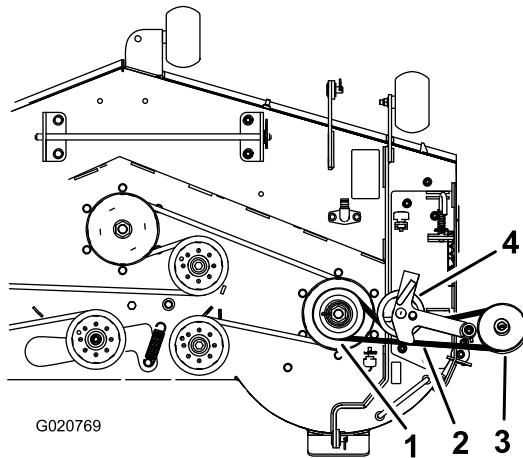
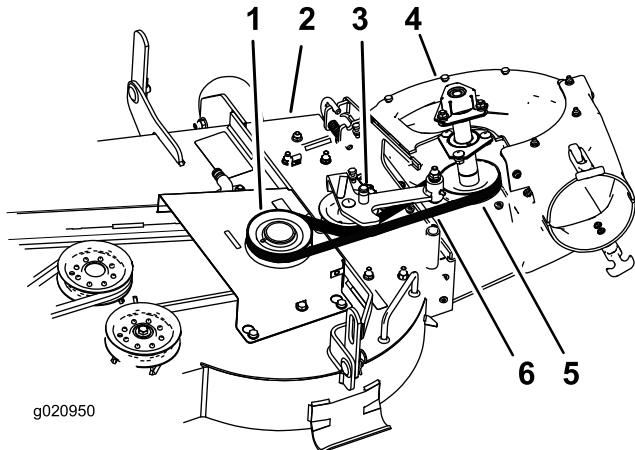

Figura 17
Figura 18
- Si es necesario, instale la correa alrededor de la polea del soplador (Figura 18).
- Si es necesario, instale la correa alrededor de la polea del soplador (Figura 17 y Figura 18). Consulte 5 Instalación del conjunto del soplador (página 11).
3. Pase la correa alrededor de la polea motriz, según se muestra en Figura 17 y Figura 18.
4. Enrute la correa provisionalmente por debajo de la polea tensora (Figura 18).
7. Aparte la polea tensora tensada con muelle de la clavija fija del muelle, y pase la correa alrededor de la polea de la carcasa de corte (Figura 18).